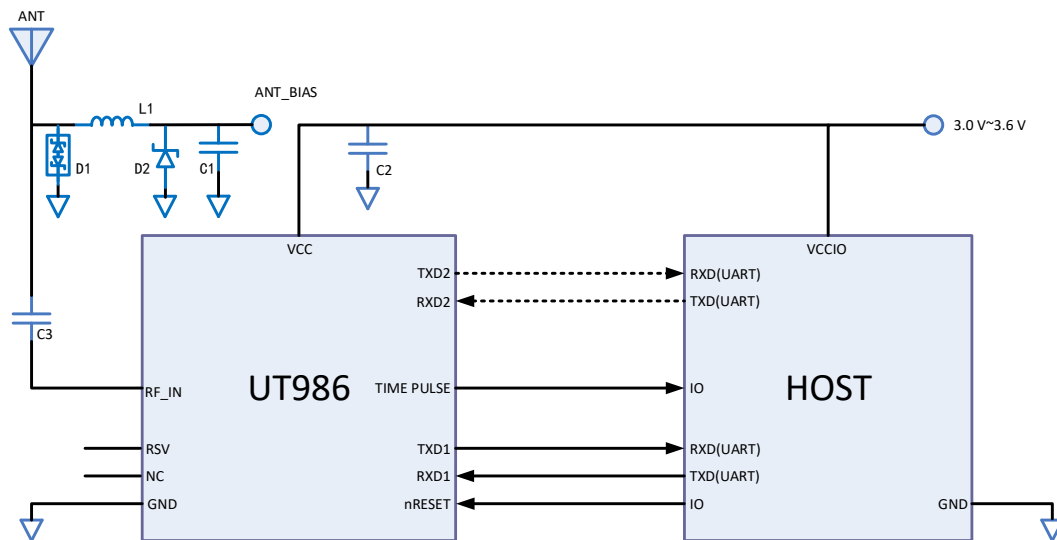

图 4-2 UT986 参考电路
- UT986 的 VCC 供电，与 Host 的 IO 供电，建议用同一路电源供电，以避免因 UT986 与 Host 之间的 IO 漏电导致的启动异常。UT986 的 VCC 供电范围是 3.0 V ~ 3.6 V，输入去耦电容 C2（参见图 4-2）需要大于 10 μ F，可同时并联其它诸如 1 μ F/100 nF/100 pF 的电容。